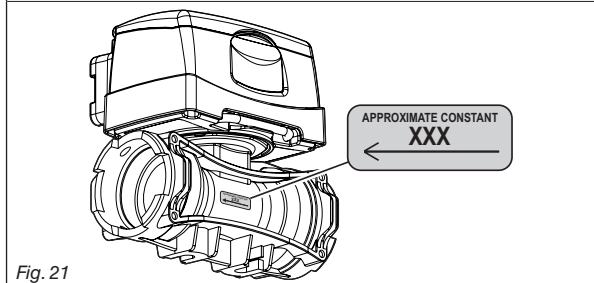

Fig. 21
- C) Presionar para memorizar la modificación, o D) Presionar para salir de la pantalla sin confirmar la modificación del dato. Consultar la etiqueta presente en el cuerpo (Fig. 21).